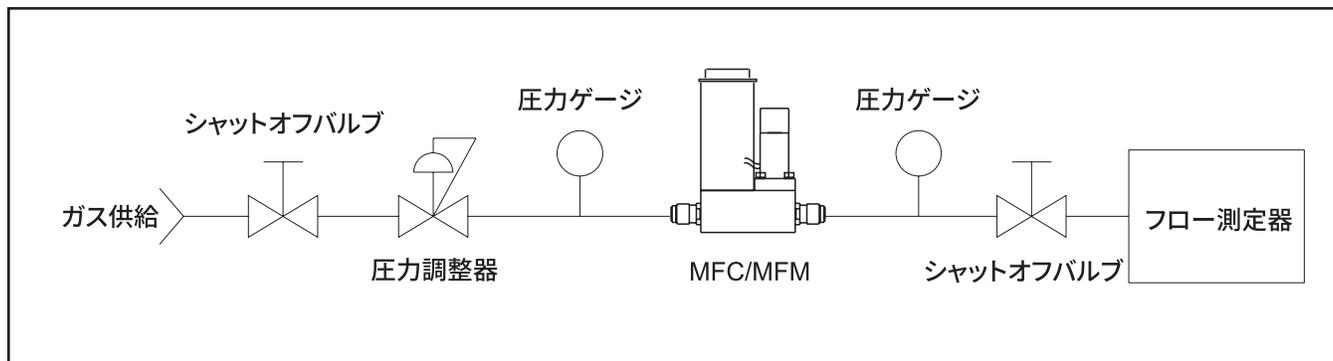

図4-1 ベンチ故障点検回路
1. Brooks SLAMf デジタルシリーズのマスフローメータまたはコントローラの適切な接続を確立します (図4-1 参照)。電源を入れ、45分間機器を暖めます。コントローラモデルの場合、設定値をゼロに調整します。この時点では、デバイスをガス源に接続しないでください。出力信号を観察し、必要に応じてゼロ調整手順を実行します (セクション3 のゼロ調整機能のゼロ調整を参照)。出力信号がうまくゼロにならない場合は、Brooks Instrument にご連絡ください。これらのI/O設定が正しいことを確認します。